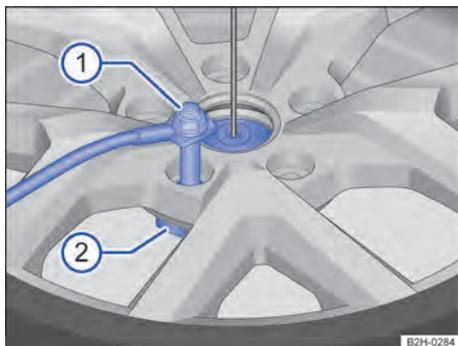

Fig. 190 Roda sobressalente ou roda de emergência: soltar o parafuso de segurança.
Legenda para Fig. 190:
- Desparafusar o parafuso de segurança com a chave de roda no sentido anti-horário do suporte do aro → Fig. 190 ①.
- Desenroscar o parafuso de segurança do suporte do aro → Fig. 190 ①.